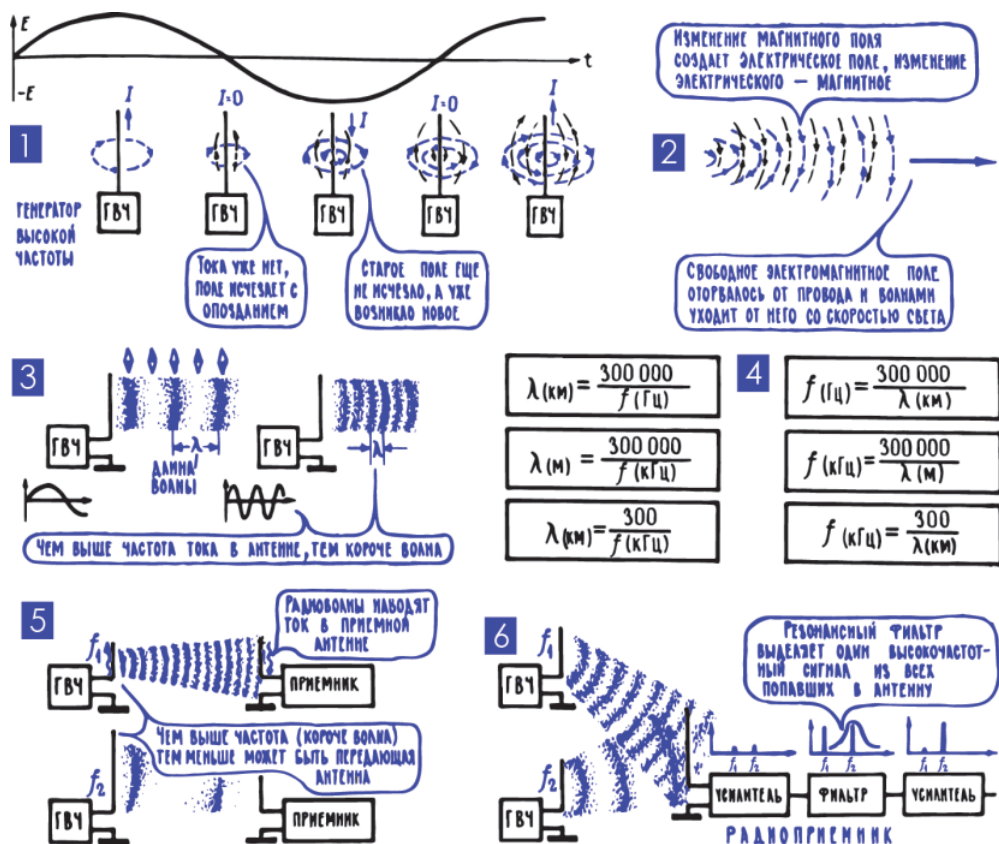
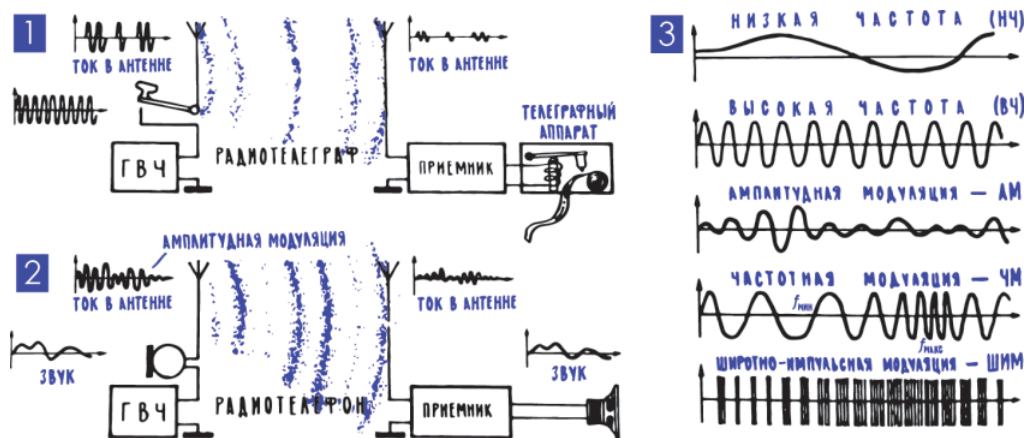

Рис. 13.1. Электромагнитные волны
Рис. 13.2. Принципы передачи и приема электромагнитных волн
Старый, добрый, испытанный метод – мысленный эксперимент: пропускаем по проводнику переменный ток и следим за тем, что происходит с электрическими и магнитными полями на некотором расстоянии от этого проводника (рис. 13.1; 1). Первое же нарастание тока создаст нарастающее магнитное поле, сначала оно появится у самой поверхности проводника, а затем, перемещаясь в пространстве со скоростью света, доберется и до некой точки  $x$ . Когда же ток начнет уменьшаться, то магнитное поле тоже будет ослабевать. И тоже не сразу – у поверхности проводника уже поля нет, а в точке  $x$  оно еще существует.
Но электричество и магнетизм – это лишь два разных проявления одного электромагнитного процесса. И электрические поля, выброшенные в пространство, так же, как и магнитные, оказываются лишь составляющими единого сложного образования – электромагнитного поля. В этом поле происходит непрерывный обмен энергией между его составляющими, их взаимные превращения – изменения электрического поля рожают магнитное поле, а его изменения, в свою очередь, рожают электрическое поле. Проводник с переменным током излучает одновременно обе составляющие поля – электрическую и магнитную, они непрерывно переходят одна в другую, их уровень и направление все время меняются (рис. 13.1; 2).
Длина электромагнитной волны – это расстояние между двумя соседними одинаковыми сгустками (одного и того же направления), электрической или магнитной составляющей. Если в мысленном эксперименте взять в руки компас и, остановив электромагнитную волну, перемещаться вдоль нее и наблюдать за отклонением стрелки, то можно будет сказать: длина волны – это расстояние между двумя точками, где стрелка отклоняется в одну сторону и притом с одинаковой силой (рис. 13.1; 3). Этот эксперимент относится к числу мысленных не потому, что его трудно осуществить, а потому, что его осуществить невозможно: электромагнитную волну остановить нельзя, она всегда в движении, всегда несется вперед со скоростью света.
Чем выше частота переменного тока, создавшего электромагнитную волну, тем чаще следуют друг за другом сгустки ее электрических и магнитных составляющих, тем, следовательно, короче длина волны (рис. 13.1; 3). Чтобы подсчитать длину волны  $\lambda$ , нужно знать частоту  $f$  переменного тока и вспомнить, что скорость света  $c = 300\,000$  км/с. За одну секунду ток совершит  $f$  полных циклов изменения (гл. 6; 6), а волна за эту же секунду успеет пройти 300 000 км. Поэтому между каждой парой соседних одинаковых сгустков окажется расстояние  $\lambda = 300\,000 / f$  (рис. 13.1; 4). Можно, кстати, дать такое определение длине волны: это расстояние, которое электромагнитная волна успевает пройти за время, равное одному периоду.
3. С помощью электромагнитных волн можно создать канал связи. Проводник с переменным током, излучающий электромагнитные волны, сразу же назовем передающей антенной. На некотором расстоянии от него расположим другой проводник и назовем его приемной антенной (рис. 13.1; 5, 6). Электромагнитные волны, добравшись от передающей антенны к приемной, наведут в ней переменный ток. Можно так описать появление тока в приемной антенне: электрическая составляющая поля будет двигать свободные заряды в проводе так же, как электрическое поле двигает наэлектризованные клочки бумаги. А кроме того, магнитная составляющая поля, поскольку она непрерывно меняется, наведет в приемной антенне ток своим испытанным методом – за счет электромагнитной индукции (гл. 5; 11). А поскольку и электрическая, и магнитная составляющие поля непрерывно меняются, то меняются и силы, которые двигают заряды в приемной антенне. Меняются и по величине, и по направлению. И наводится поэтому в приемной антенне переменный ток (рис. 13.2; 1,2).
Несмотря на простоту и привлекательность такой системы, на практике она неприменима. И вот одна из причин. Чтобы передающая антенна эффективно излучала электромагнитные волны, эта антенна должна быть как можно выше, во всех случаях ее высота должна быть соизмерима с длиной волны (рис. 13.1; 5). Это требование связано с самим механизмом излучения: трудно представить себе, чтобы громкоговоритель размером с булавочную головку эффективно излучал звук. Хорошо, если высота антенны равна половине  $\lambda$ , неплохо, если четверти. Можно смириться даже с тем, что высота антенны составляет несколько процентов от длины волны, хотя при этом мощность излучения составит чрезвычайно малую часть мощности переменного тока в передающей антенне. Теперь подсчитаем: даже на средней звуковой частоте 1000 Гц длина волны оказывается 300 км. И если смириться с тем, что высота антенны составляет всего 1 % от  $\lambda$  (это очень плохо, но пусть хоть так), то понадобится антенна высотой 3 км. Построить такую высокую антенну непросто. А ведь нужно еще излучать и более низкие частоты, для которых антенну пришлось бы делать намного выше.
Выход такой: создавать радиоволны нужно с помощью токов высокой частоты, а каждому передатчику разрешать работать только на одной, именно за ним закрепленной частоте. Во-первых, это позволит в приемнике с помощью резонансных фильтров (гл. 6; 24) отделять сигнал нужной станции от всех остальных (рис. 13.1; 6). А во-вторых, для эффективного излучения высокочастотному току понадобятся уже сравнительно неболь-
**5. Модуляция; изменяя тем или иным способом высокочастотный ток, записывают в нем информацию.** Включив в передающую антенну телеграфный ключ, а в приемную – приемный телеграфный аппарат, можно создать линию беспроводной радиотелеграфной связи (рис. 13.2; 1). Именно это в конце прошлого века сделал изобретатель радио Александр Степанович Попов. Свои работы он так и называл – телеграфирование без проводов. Передавать по радио речь, то есть осуществлять телефонирование без проводов, научились значительно позже.
Амплитудная модуляция, сокращенно АМ, – это лишь один из способов зашифровывания информации в высокочастотном токе. Другой распространенный способ – частотная модуляция ЧМ (рис. 13.2; 3). Здесь амплитуда высокочастотного тока остается неизменной, а под влиянием микрофона в сравнительно небольших пределах меняется сама частота переменного тока. Сделать это несложно: генератор высокочастотного тока в передатчике – это всегда ламповый или транзисторный генератор, частоту которого определяют параметры колебательного контура (гл. 11; 3). Существуют несложные схемы, которые под действием микрофонного тока в небольших пределах меняют емкость контура и таким образом осуществляют частотную модуляцию. Передатчики многоканальных линий радиосвязи часто работают в импульсном режиме, это позволяет использовать много разных способов модуляции. Например, менять амплитуду импульса (амплитудно-импульсная модуляция, АИМ), ширину импульса (широотно-импульсная модуляция, ШИМ), время его появления (фазово-импульсная модуляция, ФИМ) или отображать изменения микрофонного тока в различных комбинациях импульсов (импульсно-кодовая модуляция, ИКМ). Естественно, что для всех этих способов модуляции существуют свои способы детектирования, извлечения информации из модулированного сигнала.
Основная профессия колебательного контура, основная его работа в радиоприемнике – выделение сигнала принимаемой станции из бесчисленного множества сигналов, наведенных в приемной антенне радиоволнами разных радиостанций (рис. 13.1; 6). Чтобы познакомиться с этой деятельностью контура, нужны некоторые дополнительные сведения.